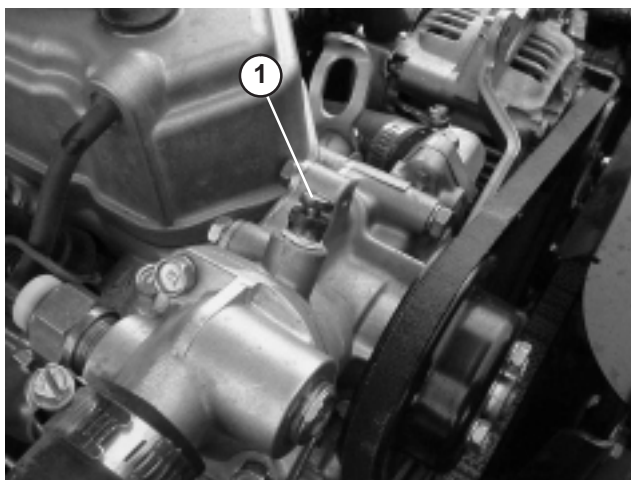

Figure 47
5. Ouvrez la vis de purge en haut de la pompe à eau (Fig. 47).